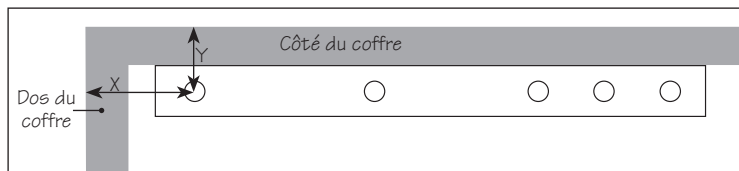

Figure 2 : Mesurer l'emplacement du trou de fixation arrière
1. Refermer les articulations, puis mesurer les distances « X » et « Y » à partir du centre du trou de fixation arrière de la plaque supérieure, comme l'illustre la **figure 2**.